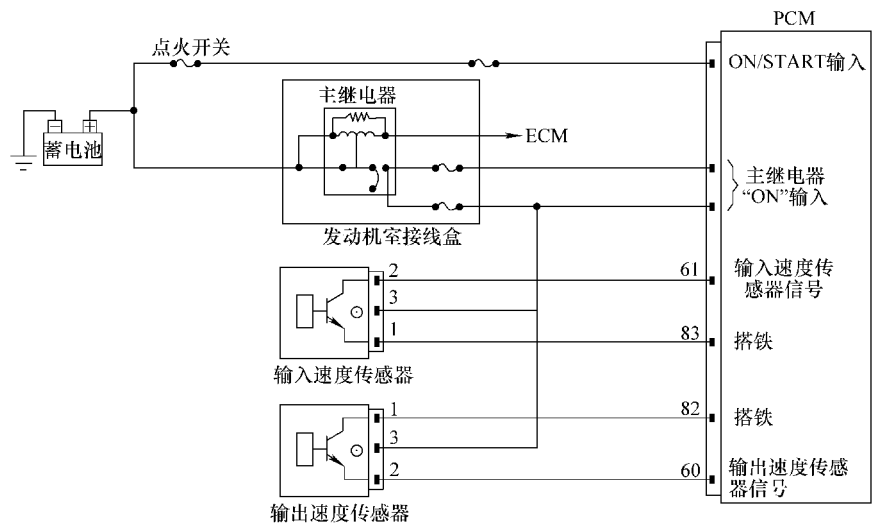

图 6-25 输入速度传感器与输入速度传感器控制电路
7) 使用万用表分别测量输入轴速度传感器线束插接器插头的 3 号端子和 2 号端子与搭铁之间的电压，应为 12V，如图 6-25 所示。电压是否在规定值范围内？